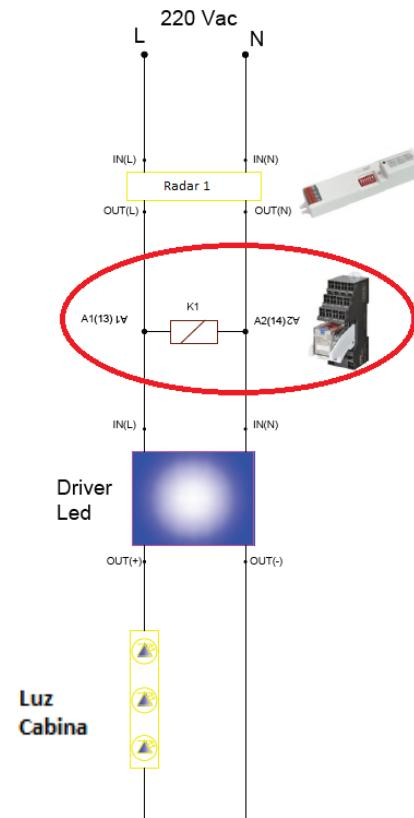

Fig. 3
- III. À la sortie Radar 1, la bobine de relais OMRON fournie sera connectée aux broches **A1 (13) et A2 (14)** (Fig.3): **IMPORTANT.**